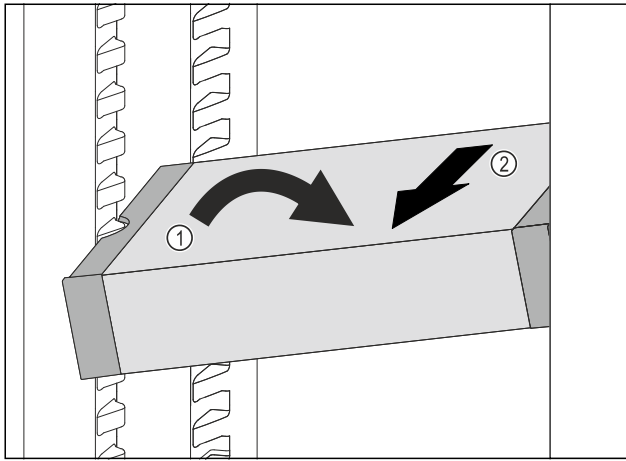

Fig. 161
- ▶ 在冷藏区中倾斜 VarioSafe。 Fig. 161 (1)
- ▶ 向前取出 VarioSafe。 Fig. 161 (2)